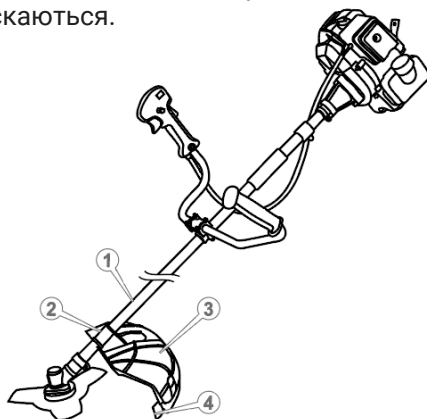

Рисунок 6. Схема встановлення захисного кожуха.
- встановити ніж (4, рис. 6) для обрізання жилки на захисний кожух (3, рис. 6) і надійно закрутити за допомогою фіксуючих кріплень;
- встановити захисний кожух (3, рис. 6) на «штангу» за допомогою комплекту кріплень так, щоб позиціонуючий отвір скоби (2, рис. 6) поєднався із відповідним отвором «штанги» (1, рис. 6), та зафіксувати гвинтами з комплекту. Переконайтеся в надійності кріплення захисного кожуха – прокручування не допускаються.
Жилка під час роботи зношується. Щоб замінити робочі кінці жилки – подати мотокосу до землі так, щоб різальний низ головки злегка короткочасно торкнувся корпусом поверхні землі, що призведе до виходу нової частини жилки, а зайва буде автоматично відрізана різальним ножем (4, рис. 6).